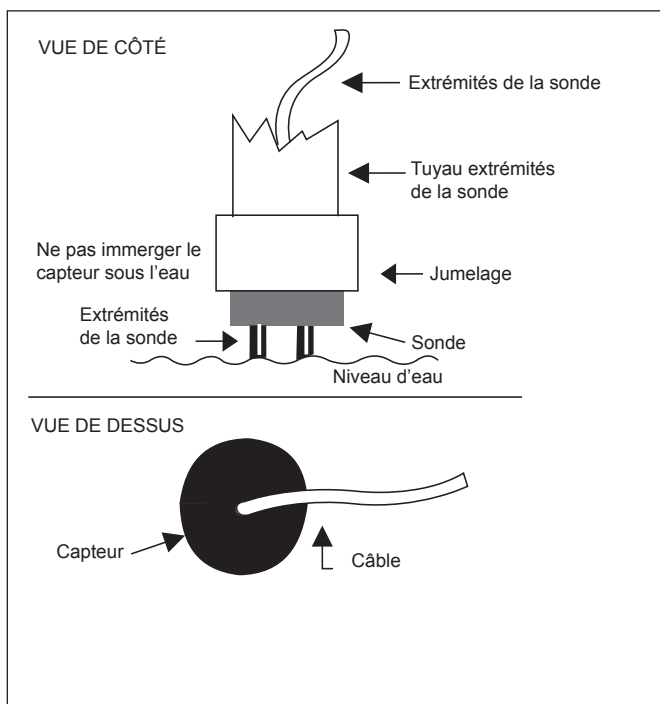

Figure 14. Installation de la sonde ronde
- b. Fixez la sonde ronde verticalement dans un tuyau statique. Collez la sonde sur le coupleur. Vous reporter aux figures 14 et 16.